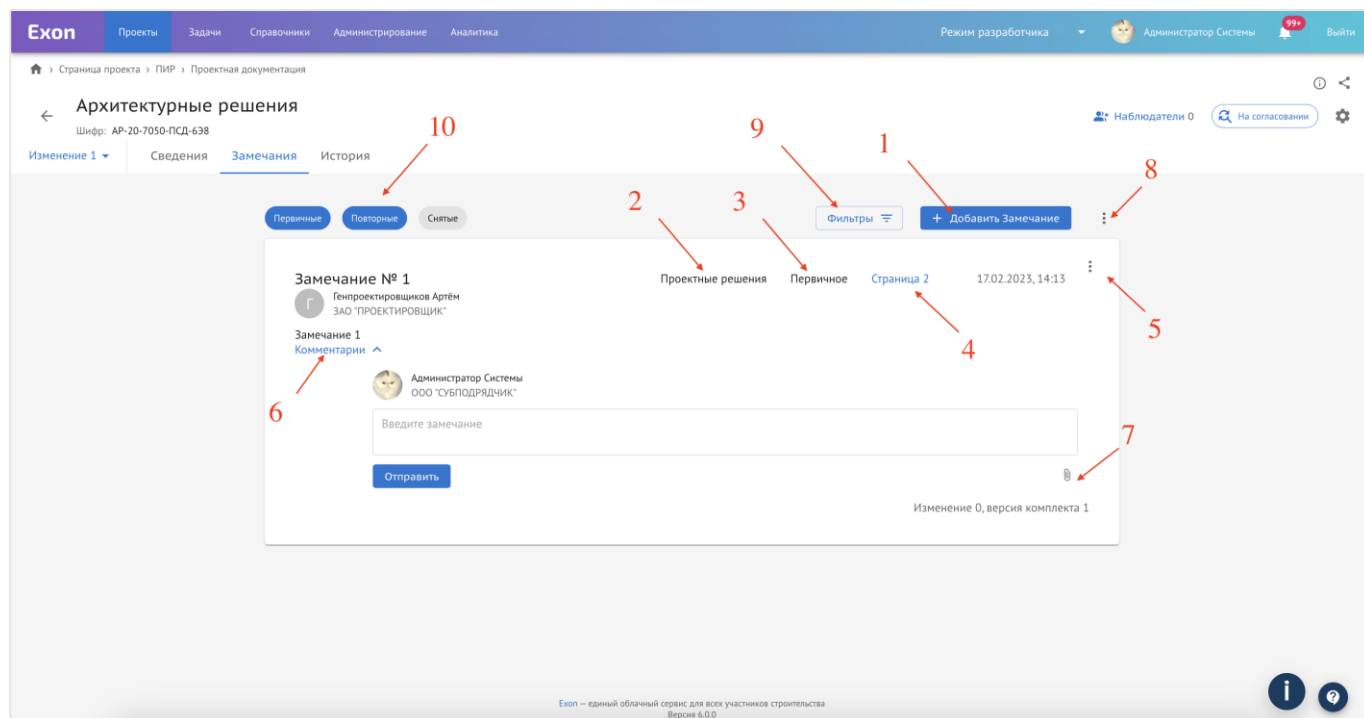

Рис. 80 – Замечания
8. Нажать на кнопку «Добавить замечание» (1);
10. Указать раздел, к которому относится замечание (2);
11. Указать статус (менять статус замечания может как его автор, так и сотрудник, инициировавший внутреннее согласование (по замечаниям сотрудников, которым он направил документ на внутреннее согласование), а также пользователь с системной ролью Руководитель проектов (по замечаниям сотрудников своей организации) (3);
12. Страницу, к которой относится замечание (4);
13. При необходимости, с помощью скрепки прикрепить файлы с устройства к замечаниям (7);
Через три точки (5) можно удалить и отредактировать замечание, на каждое замечание можно отвечать (6), выше, через три точки можно экспортировать историю замечаний в формате excel таблицы (8) и воспользоваться фильтрацией по автору, разделу и версии (9), а так же статусу (10) (рис. 80).